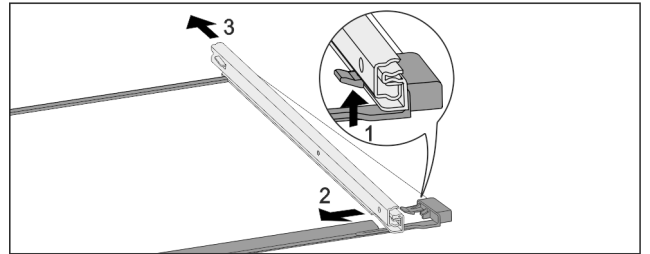

Fig. 191 Lasihylly kiskoilla
- ▶ Paina etummaista kiinnikettä ylöspäin. Fig. 191 (1)
- ▶ Siirrä vetokiskoa sivuun Fig. 191 (2) ja taaksepäin Fig. 191 (3).